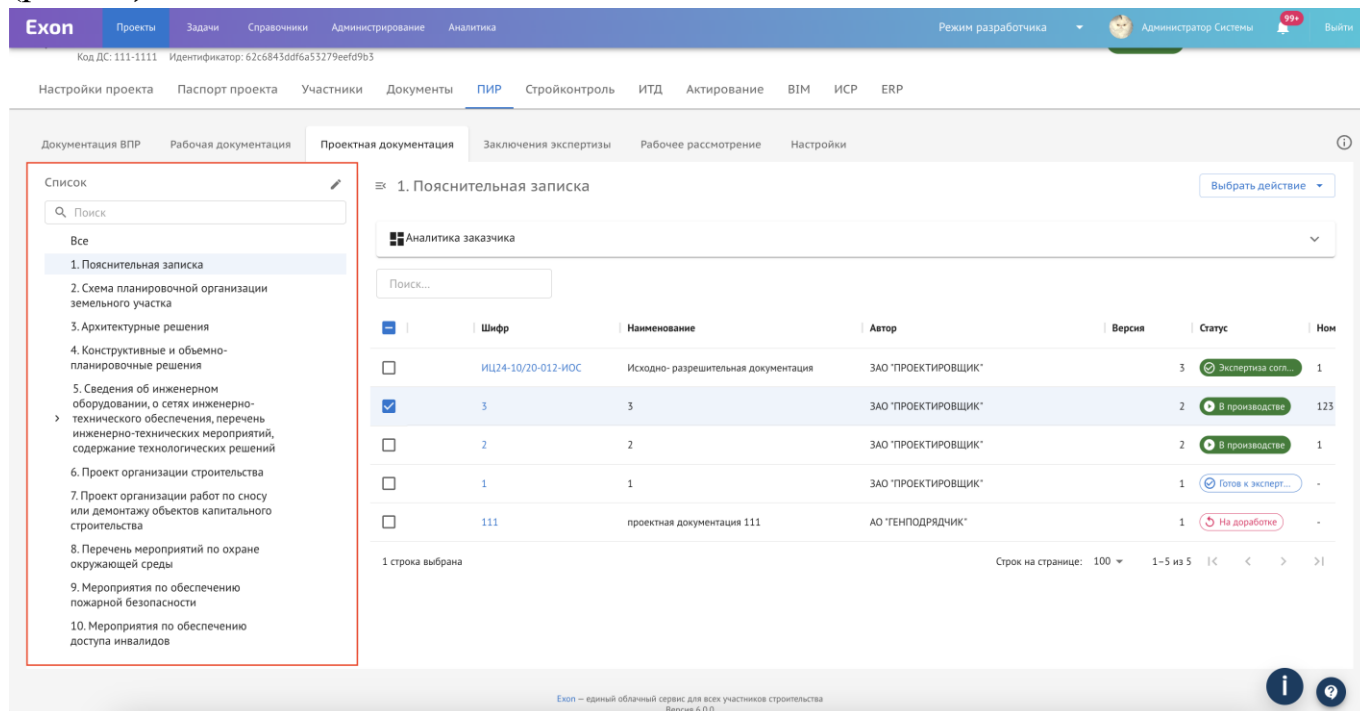

Рис. 61 - Сформированный список разделов
5. Сформировать список разделов, в которые будут загружаться документы (рис. 61);